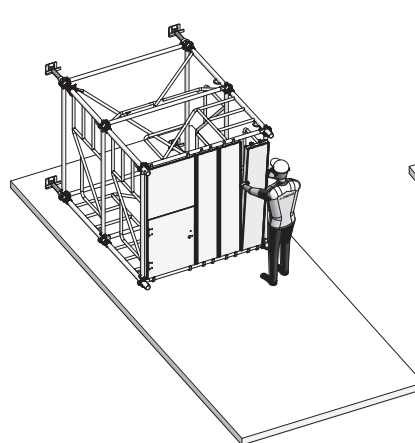

Abb. 15.3
4. Auf jeder 2. Ebene eine Arbeitsplattform mit Gerüstbelägen und Durchstieg einbauen (Abb. 15.3). Durch ihren selbstsichernden Verschluss fallen die Beläge nicht um oder heraus.